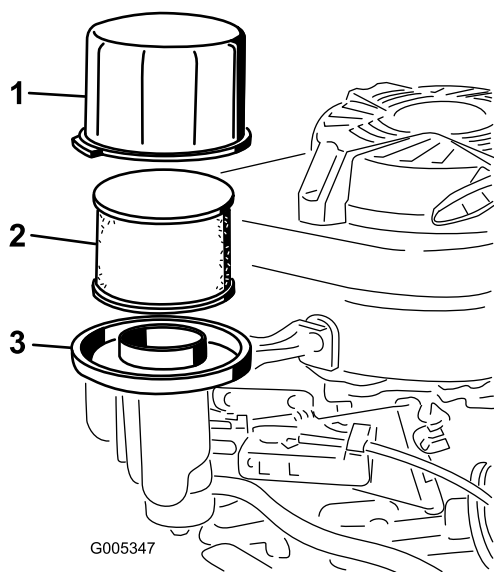

Figure 22
3. Déposez le couvercle et nettoyez-le soigneusement (Figure 22).
4. Sortez le préfiltre en mousse et l'élément filtrant en papier de la base du filtre à air (Figure 22)